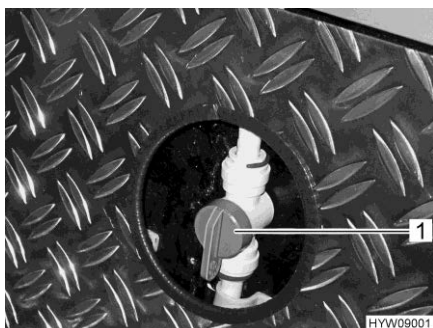

Fig. 170 Valvole di mandata (riscaldamento garage di coda)
- Collocare la maniglia (Fig. 170,1) sulla valvola di mandata per il riscaldamento garage di coda in posizione parallela rispetto alla tubatura del riscaldamento. Il riscaldamento garage di coda sarà al massimo.
- Collocare la maniglia (Fig. 170,1) sulla valvola di mandata per il riscaldamento garage di coda nella posizione desiderata. In questo modo la distribuzione dell'acqua calda verso il garage di coda può essere regolata in modo continuo.
- Collocare la maniglia (Fig. 170,1) sulla valvola di mandata per il riscaldamento garage di coda trasversalmente rispetto alla tubatura del riscaldamento. Il riscaldamento garage di coda viene quindi spento.